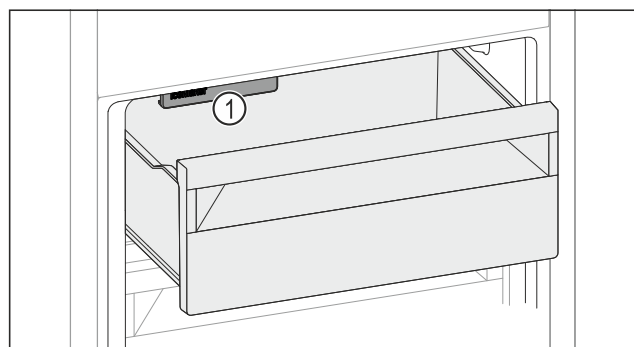

Fig. 151
- ▶ Tenga en cuenta el IceMaker Fig. 151 (1).